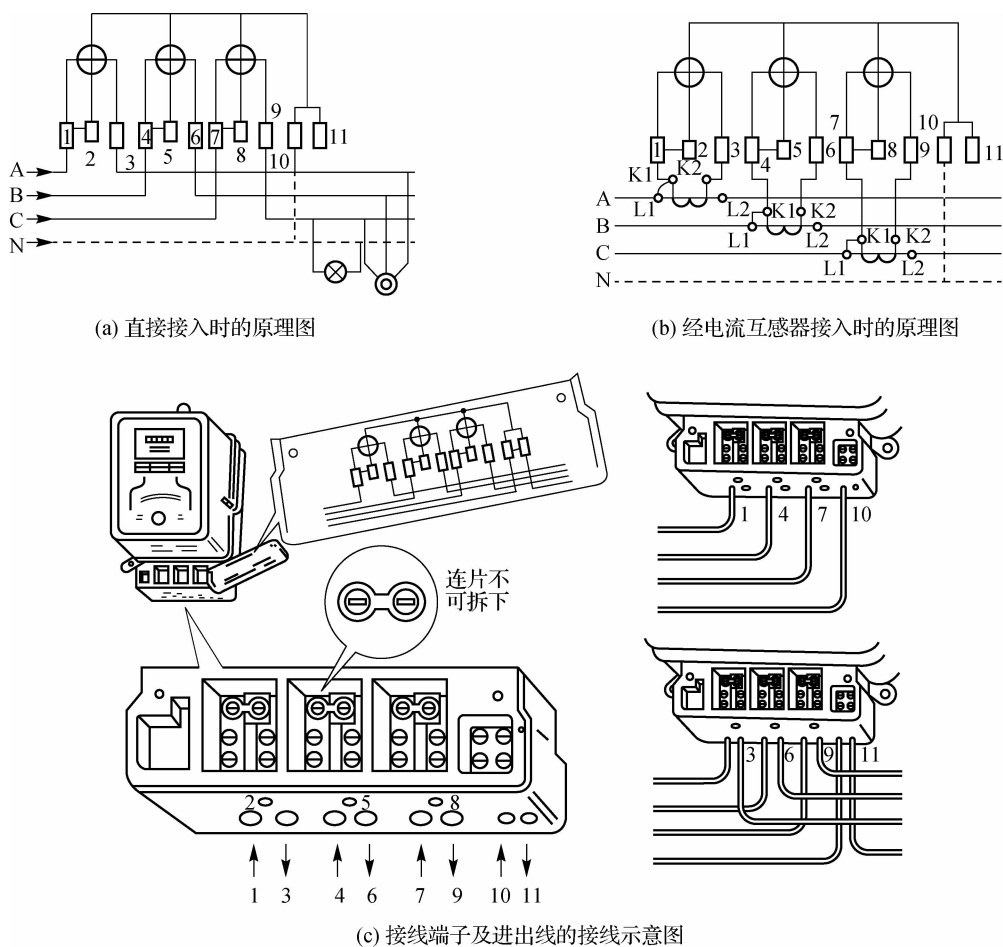

图 2-16 DT 型三相四线制有功电能表的正确接线
(1) 三相有功电能表的安装。
① 三相四线制有功电能表。测量三相四线制用电量,通常用 DT1 型或 DT2 型三元件三相电能表,该表接线盒内有 11 个接线端子,从左至右由 1~11 依次编号。图 2-16(a) 所示为直接接入时的原理图,图 2-16(b) 所示为经电流互感器接入时的原理图,图 2-16(c) 所示为接线端子及进出线的接线示意图。